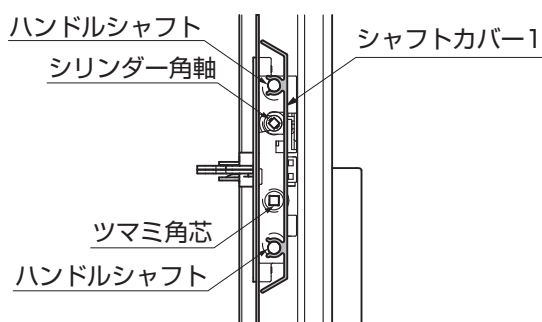

図6-14
(4) シャフトカバー1の取付け
- ① 錠（掛け側）の框の裏側に、シャフトカバー1を横からカチッというまで押込んでください。（図6-13、図6-14参照）